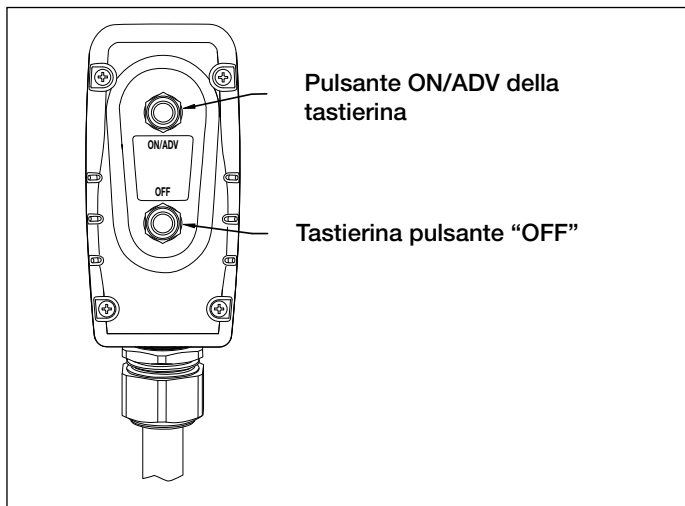

Figura 8, Pulsanti della tastierina
5.2 Funzionamento della tastierina (vedere figura 8)
5. Per avviare la pompa, premere il pulsante ON/ADV della tastierina. Vedere la figura 8. Il motore si avvierà automaticamente, e la chiave inizierà ad avanzare. La chiave torsiometrica continuerà ad avanzare fintanto che si mantiene il pulsante premuto.
La pompa é fornita con un manometro installato. Per la vostra convenienza, é previsto un disco con i valori della coppia, sovrapponibile da montare sopra alla faccia del manometro e che converte facilmente le letture della pressione in letture della coppia (vedere figura 8, vista A). Il disco sovrapponibile ha le unità imperiali (Ft-Lbs.) da un lato e le unità metriche dall'altro (Nm). Per cambiare le scale, semplicemente capovolgere il disco.
1. Smontare i tre dadi ad alette neri che tengono al suo posto la flangia frontale del manometro (vedere la figura 8, vista B).
2. Smontare la flangia frontale e il disco sovrapposto (vedere figura 8, vista C).
3. Inserire il nuovo disco da sovrapporre (ricordarsi di verificare che il disco corrisponda alla chiave torsionometrica Enerpac che si sta usando) sopra alla flangia, allineando il disco con le depressioni sul retro della flangia (vedere la figura 8, vista D).
4. Mentre si sostiene il disco da sovrapporre dietro la flangia (vedere la figura 8, vista C), introdurre la flangia sui prigionieri della manopola, riposizionando il disco sovrapponibile come necessario, e fissare la manopola, stringendo solo con le dita. La flangia premerà il disco sovrapponibile sopra al manometro e lo fisserà al suo posto. Vedere le istruzioni della chiave torsionometrica per l'ammontare della pressione necessaria richiesta per produrre la coppia desiderata. Notare che la pressione massima varia per le diverse chiavi ed accessori.